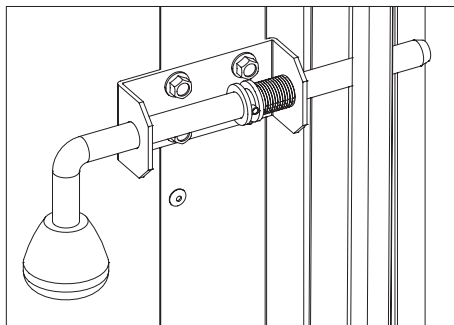

Рис.41
- Установка засова (рис. 41) производится по выполненным в секции полотна ворот четырем отверстиям. Засов закрепляется четырьмя самонарезающими винтами 6.3x16.